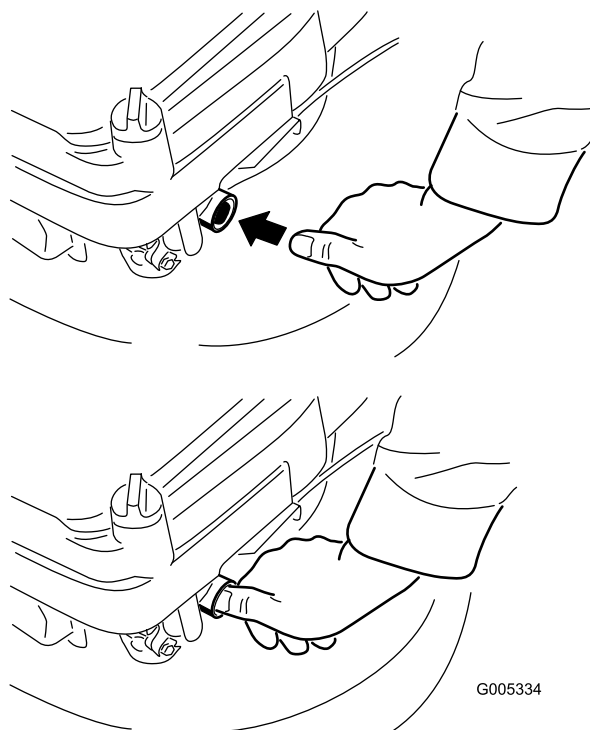

Figura 12
2. Apriete el cebador una vez con el dedo pulgar (Figura 12).